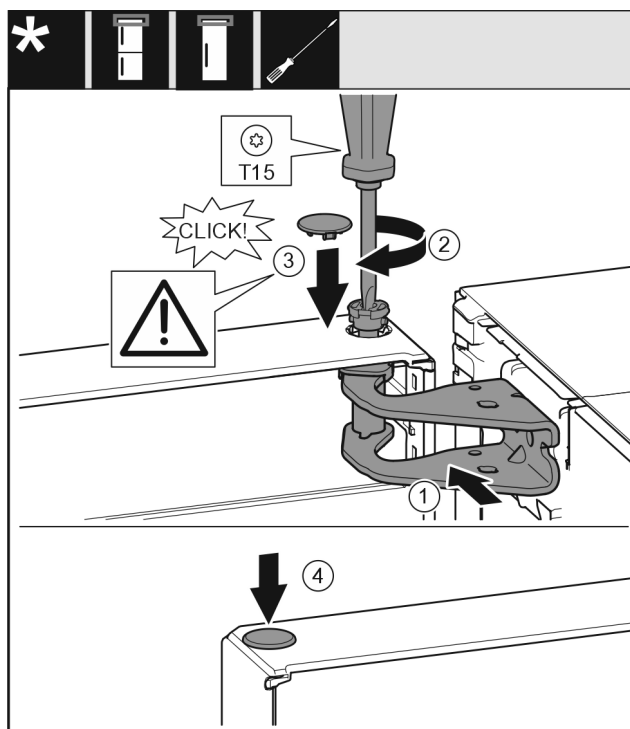

Fig. 26
- ▶ Duris viršuje išlygiuokite į atraminės gembės angą. Fig. 26 (1)
- ▶ Įstatykite kaištį Fig. 26 (2) ir tvirtai prisukite atsuktuvu.
- ▶ Durims užfiksuoti sumontuokite apsauginę dengiamąją plokštelę Fig. 26 (3): uždėkite apsauginę dengiamąją plokštelę ir patikrinkite, ar ji priglundą prie durų. Kitu atveju įstatykite iki galo varžtą.
- ▶ Įstatykite kamštį Fig. 26 (4).